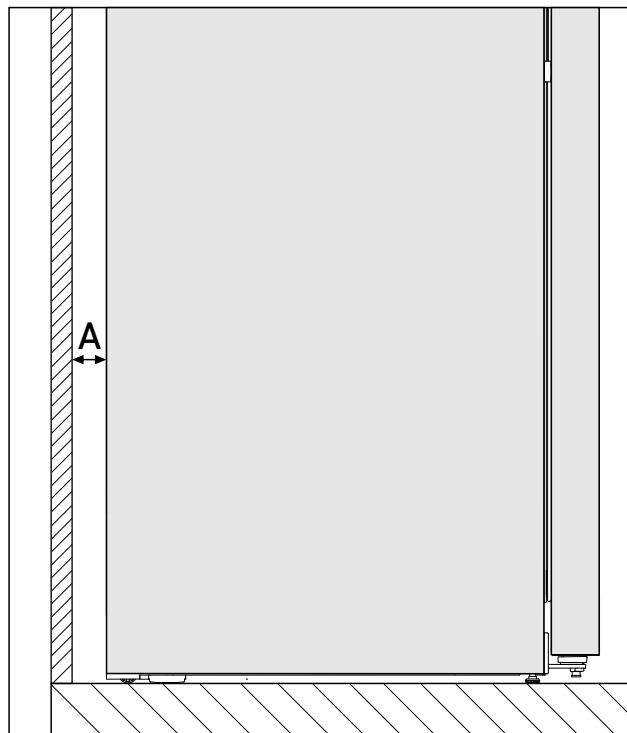

Fig. 3 *
Spotřeba energie byla zjištěna s ohledem na vzdálenost od stěny Fig. 3 (A) mezi zadní stranou spotřebiče a stěnou. Pokud je vzdálenost od stěny menší než Fig. 3 (A), nemá to žádný vliv na funkčnost spotřebiče, avšak při menší vzdálenosti od stěny se mírně zvýší spotřeba energie.*